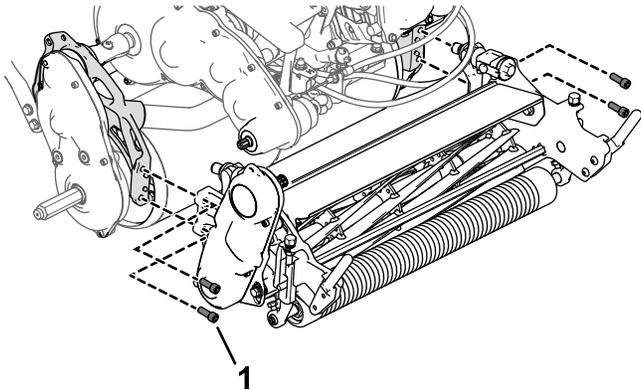

Figura 6
1. usate le 4 viti a esagono incassato per montare l'apparato di taglio sulla macchina (Figura 6).